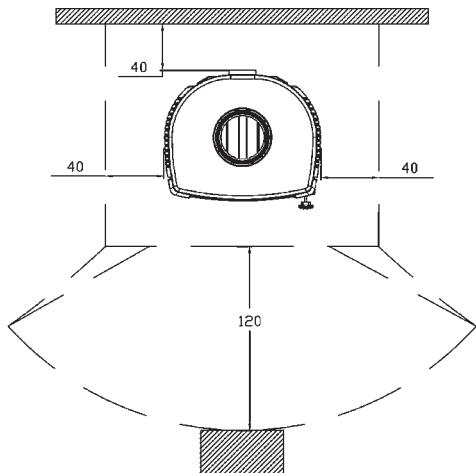

Bild 4A
a) um genügend Wärmeisolation zu sichern, sind die minimalen Sicherheitsentfernnungen der hinteren und seitlichen Fläche von entflammabaren Gegenständen, d.h. von feueranfälligen Gegenständen (Möbel, Holzflächen, Stoffe usw.) zu beachten (siehe Bild 4A). Alle minimalen Sicherheitsentfernnungen stehen auf dem Produkt und dürfen NICHT geändert werden.